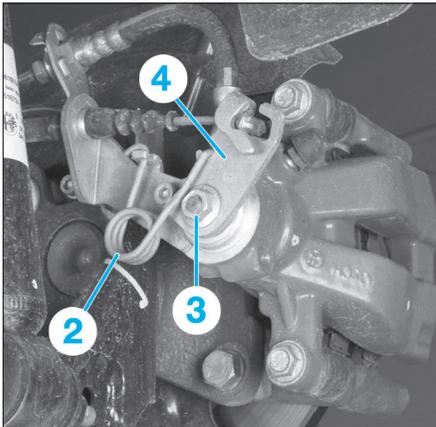

Fig. 12
- S'il est impossible de déposer l'étrier de frein, désolidariser le câble de frein à main de l'étrier. Pour cela (Fig.12) :
- A l'aide d'une pince, déposer le ressort (2).
- Déposer l'écrou (3).
- Déposer le levier (4).